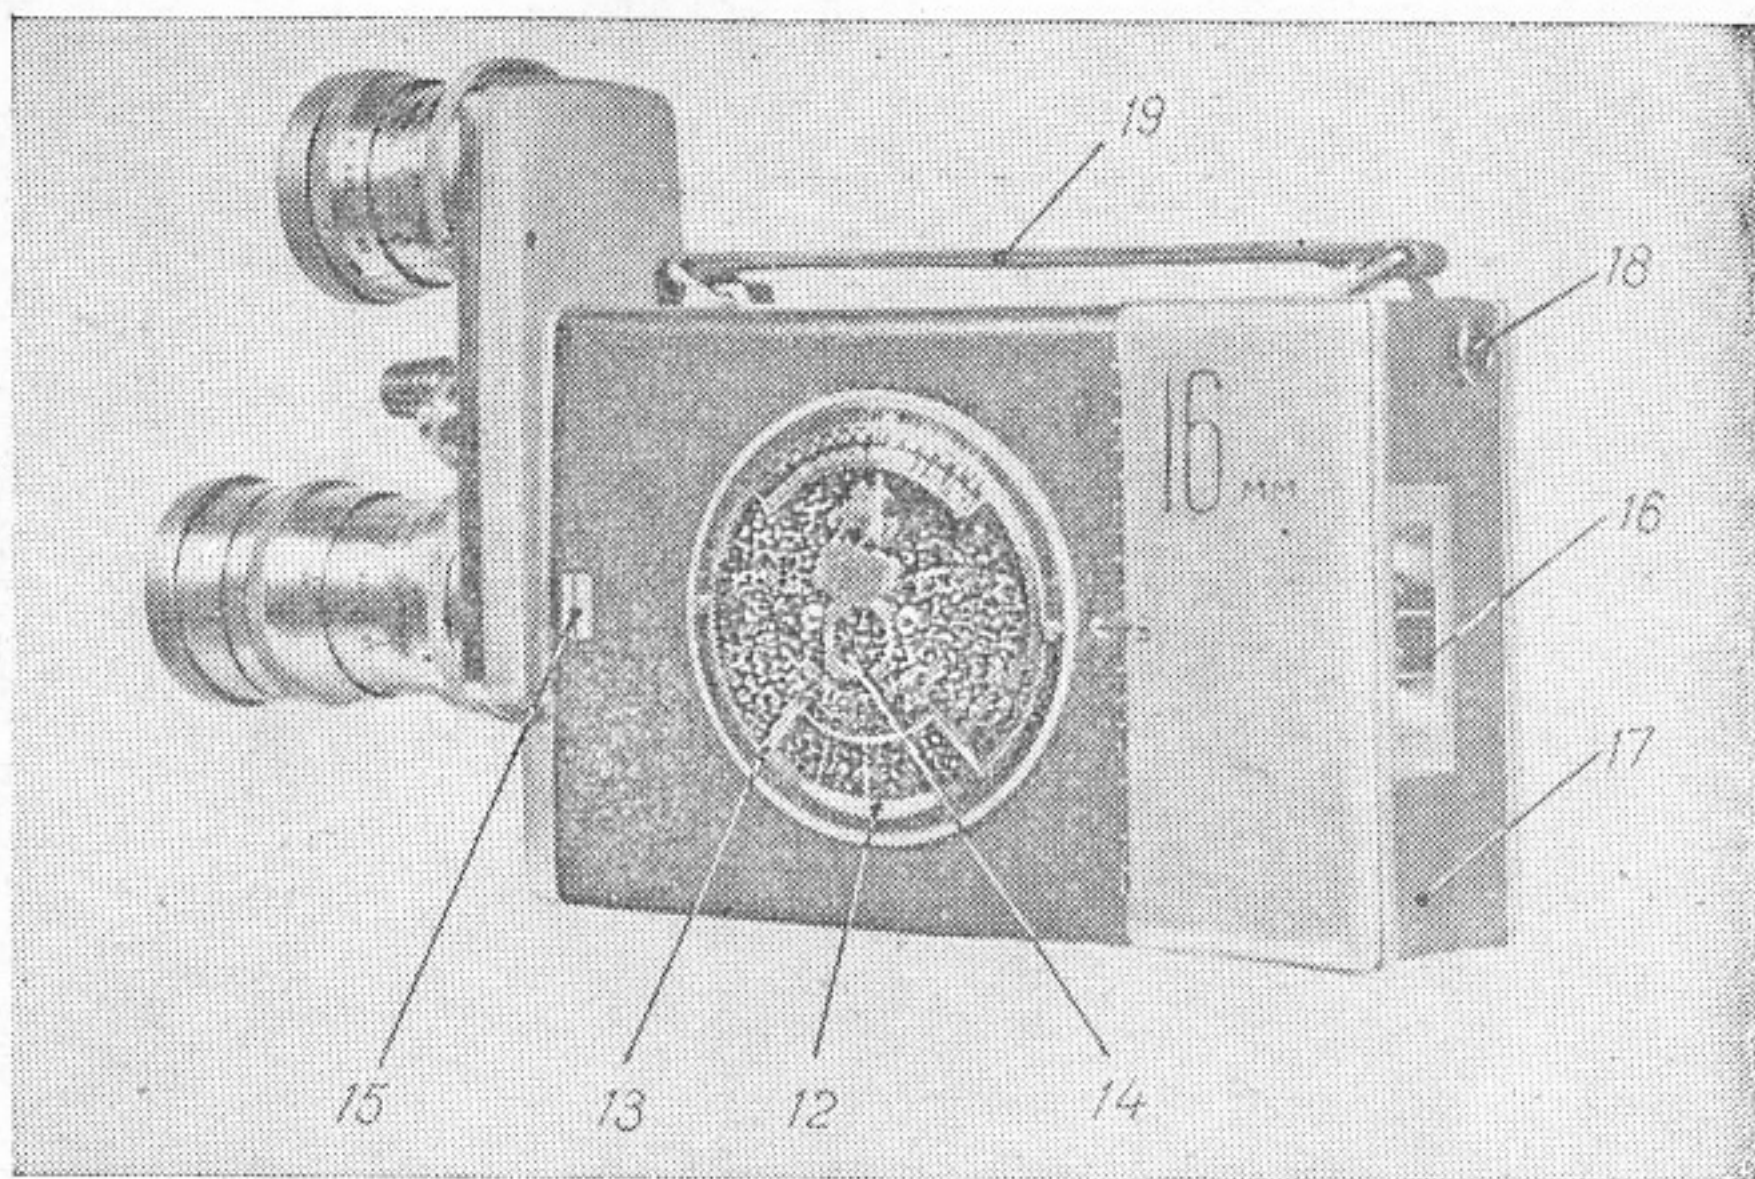

Рис. 2.
На левой стороне аппарата (рис. 2) расположены: калькулятор экспозиций с подвижным (12) и неподвижным диском (13), круглое окно (14), через которое видна шкала счетчика метров неотэкспонированной в кас-